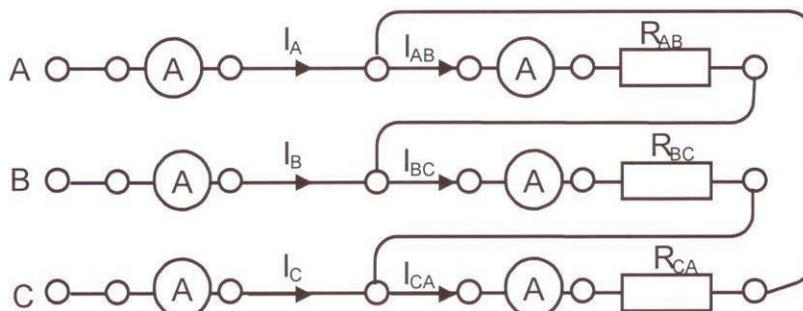
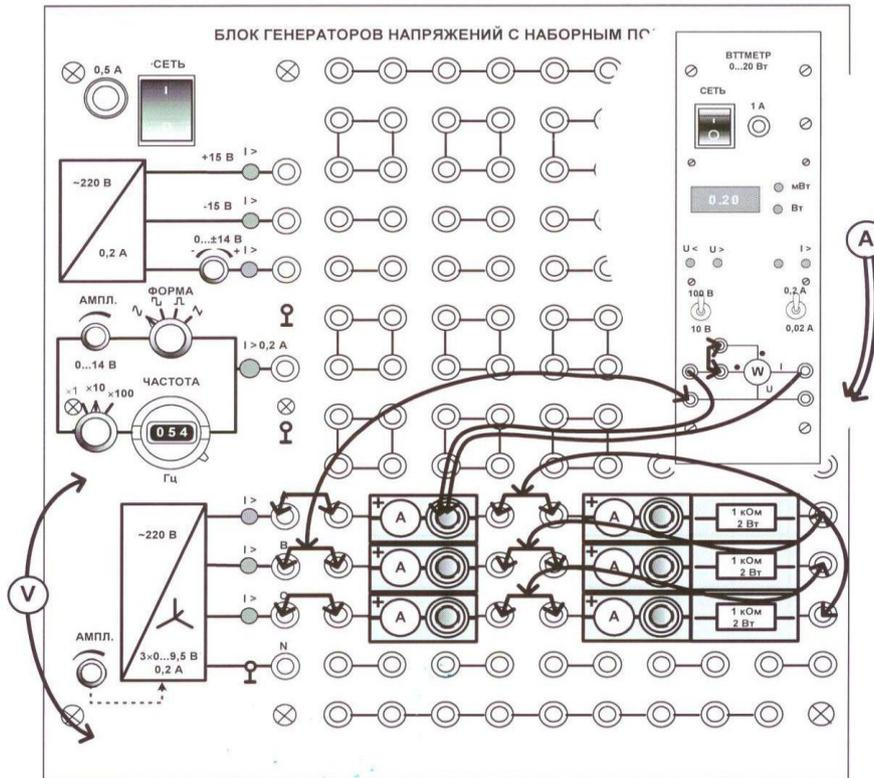

Рис. 9.1. Схема соединения нагрузки треугольником
Рис. 9.2 Монтажная схема
5.1. Соберите цепь с симметричной активной нагрузкой ( $R_{AB} = R_{BC} = R_{CA} = 1$  кОм) согласно принципиальной схеме (рис. 9.1) и монтажной схеме (рис. 9.2).